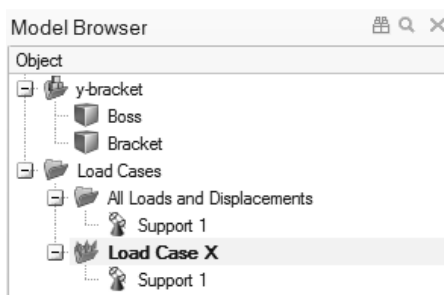

图 5-8
5) 双击 Load Case 1, 将其重命名为 Load Case X, 按〈Enter〉键。重命名后的载荷工况名称呈粗体, 表明其为当前载荷工况, 如图 5-8 所示。所有新建载荷或约束都将被添加到该载荷工况中。